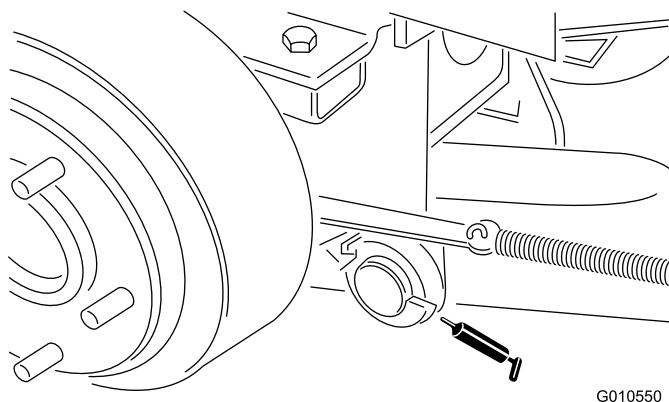

Figura 14
- pasadores de giro de los brazos de elevación derecho e izquierdo (Figura 14)